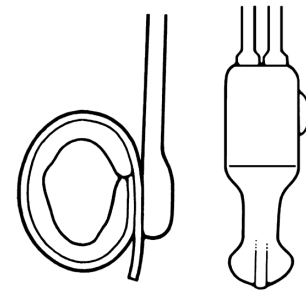

Figura 4-38. Strângeți și eliberați para pompei
1. Strângeți și eliberați para pompei de câteva ori pentru a elimina tot lichidul din manșon. **(Figura 4-38)**